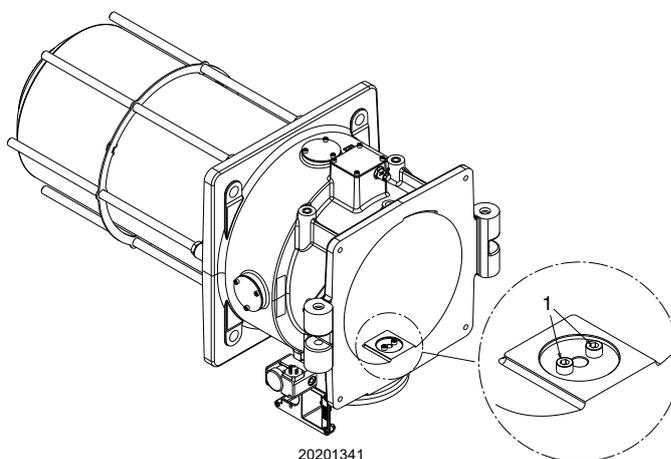

Abb. 21
Die Werkseinstellung für das Zentralgas erfolgt mit folgenden Durchgangsbohrungen (Abb. 21).
- eine oder mehrere Schrauben 1)(Abb. 21) wie folgt entfernen oder hinzufügen: